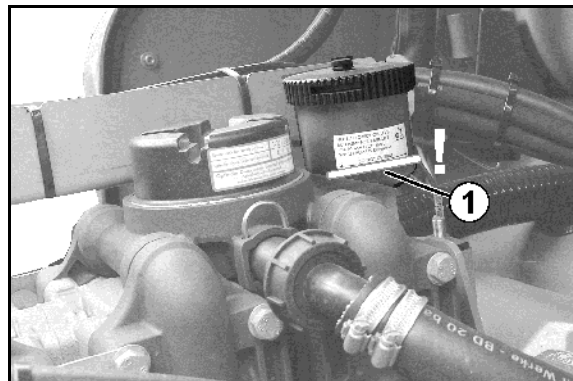

Fig. 199
2. Suflați vaporizatorul (Fig. 199/2) și radiatorul de apă caldă (Fig. 199/3) cu aer comprimat (maxim 5 bar).
3. Înlocuiți garniturile deteriorate (Fig. 199/1) de sub capac cu unele noi.